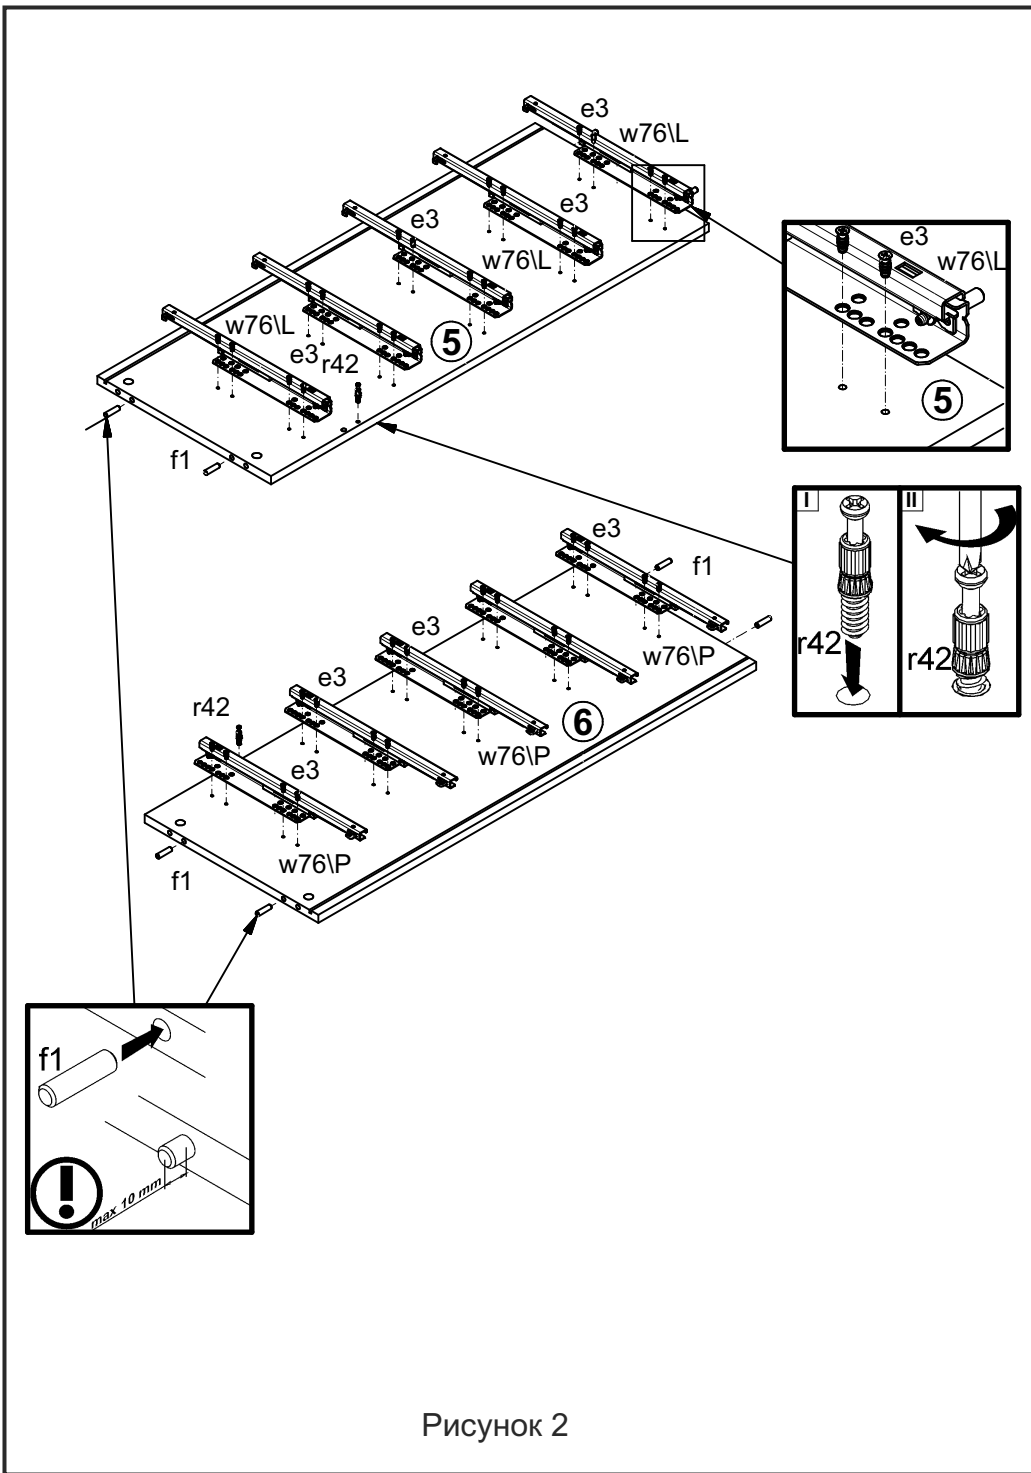
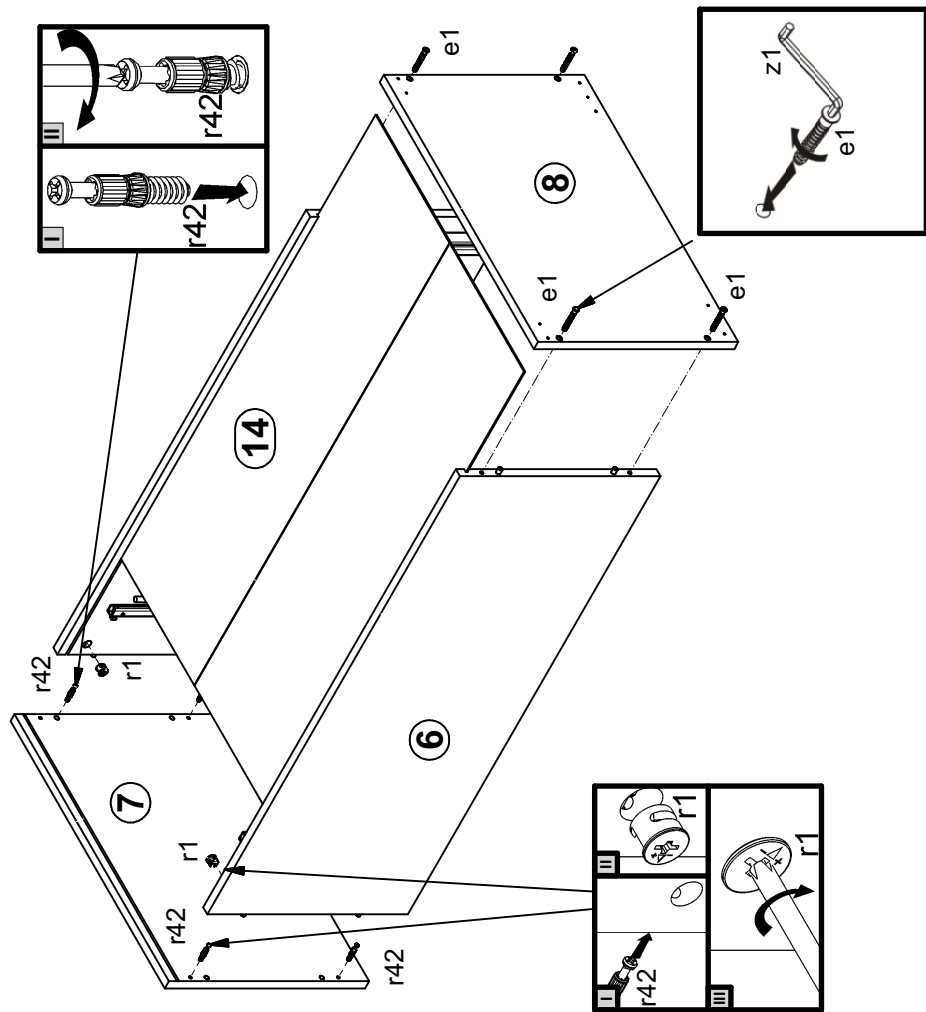

Рисунок 2
Рисунок 4
4.2 В отверстия $\varnothing 8$ мм на верхних и нижних кромках стенок боковых 5 и 6 (см. рис. 2) и в торцах планки декоративной рифленой 12 вбить деревянные шканты f1 (см. рис. 3).
4.3. В отверстия $\varnothing 5$ мм на внутренних поверхностях стенок 5,6 еврошурупами e3 закрепить по 5 верхних комплектов направляющих w76L и w76IP (см. рис. 2).
4.4. В отверстия $\varnothing 5$ мм на внутренних поверхностях стенок 5,6 (см. рис. 2), на верхних и нижних поверхностях щитов 7,8 (см. рис. 4) вкрутить винты стяжки r42.
4.5. В отверстия $\varnothing 15$ мм на задней поверхности планки декоративной рифленой 12 (см.рис. 3), на внутренних поверхностях стенок 5,6 (см.рис. 4) вставить стяжки эксцентриковые r1.
4.7. Присоединить щит 8 к стенкам 5, 6 с помощью шкантов f1, затянуть стяжки эксцентриковые r1, пользуясь отверткой, вставить стенку заднюю 14 в пазы в деталях 5, 6, 7 (см. рис. 4).
4.8. Присоединить щит 8 к стенкам 5, 6 с помощью шкантов f1, затянуть конформаты e1 на нижней поверхности щита 8 пользуясь ключом z1 (см. рис. 4).
4.17 Закрепить передние эксцентриковые стяжки на стенках боковых 5,6 заглушками s2 (см. рис. 4).